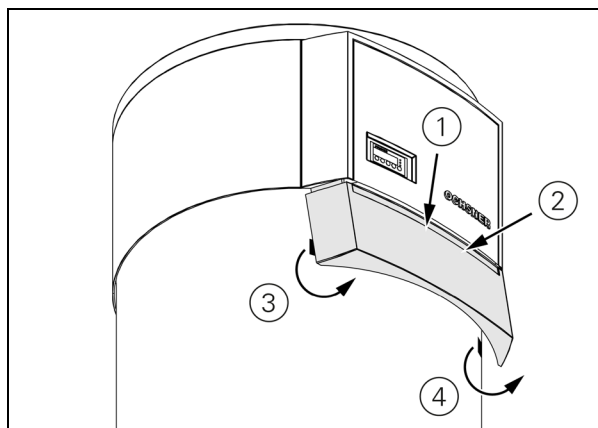

Figura 6: Smontaggio del pannello frontale
- Con i pollici esercitare una lieve pressione sulla parte superiore del pannello frontale (Figura 6, punti 1 e 2) e contemporaneamente estrarre delicatamente con le dita la parte inferiore del bordo esterno sinistro e destro del pannello frontale (Figura 6, punti 3 e 4).